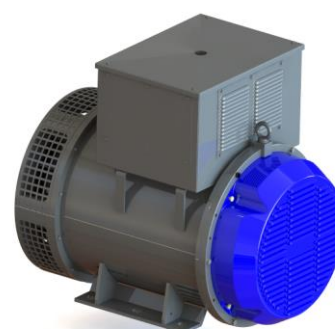
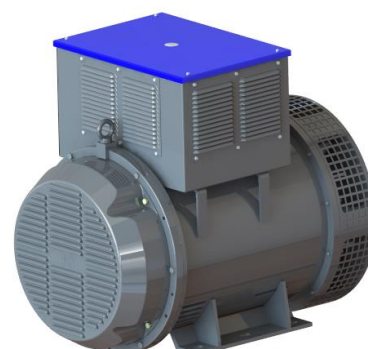

Figure 14.17 : Couvercle d'inspection de l'excitatrice
Figure 14.18 : Couvercle de la boîte à bornes
1. Retirer le couvercle d'inspection de l'excitatrice et le couvercle de la boîte à bornes, conformément à la Figure 14.17 et Figure 14.18.